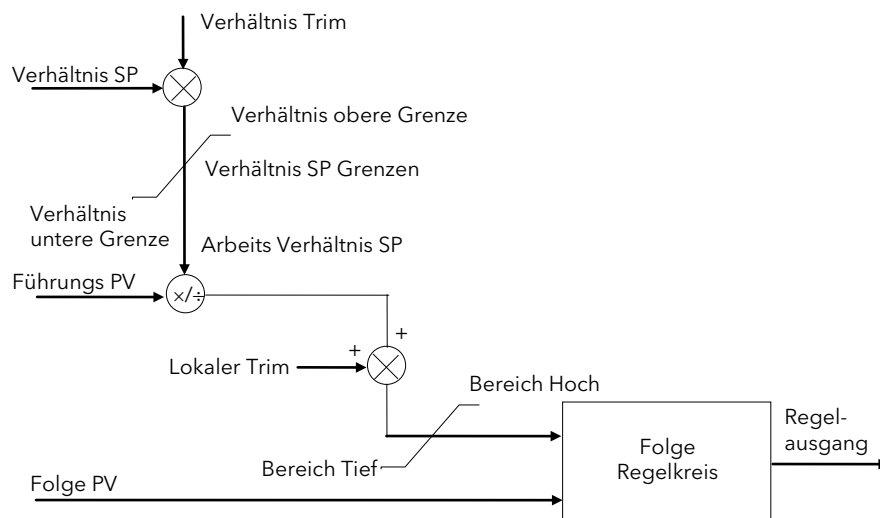

Abbildung 10-11: Einfacher Verhältnisregler
In Abbildung 10-11 sehen Sie ein Blockdiagramm eines einfachen Verhältnisreglers. Der Führungsprozesswert (PV) wird mit dem Verhältnissollwert multipliziert oder durch ihn dividiert, um den Regelsollwert zu erhalten. Vor der Sollwertberechnung können Sie dem Verhältnissollwert einen Verhältnistrimmwert aufschalten. Der Sollwert muss immer innerhalb der Betriebsgrenzen liegen. Ein weiterer Vorteil dieser Regelung ist die automatische Berechnung des aktuell gemessenen Verhältnisses, das Sie sich auf dem Regler anzeigen lassen können.